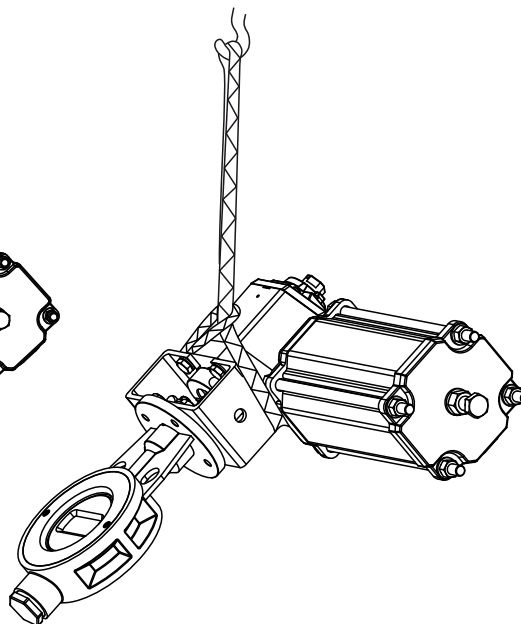

Fig. 5.1.3
3. **Vannes avec actionneur de type Somas A - SC/SO (simple effet, toutes dimensions :** À soulever en se positionnant sous l'actionneur, voir (→ Fig.5.1.3)